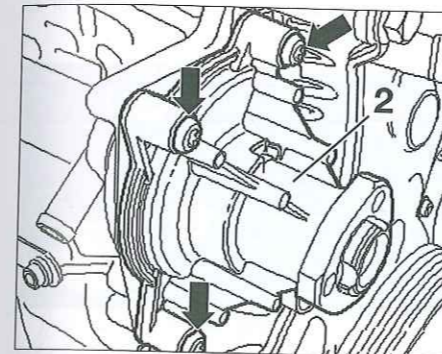

Fig. 24
- Desmontar los tornillos de la bomba (2) de agua y extraerla (Fig.24).